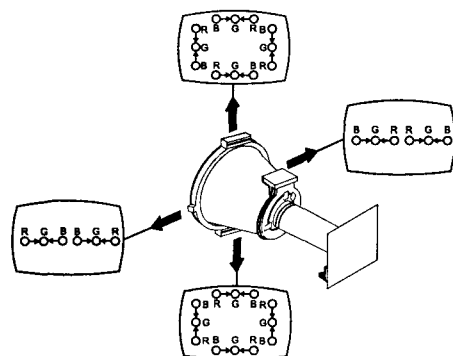

Рис. 3
2. Перемещая ОС в соответствующем направлении (рис. 3) добиваются совмещения лучей в точках на краях экрана.